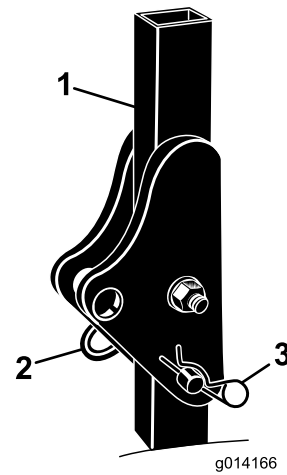

図 5
1. 機体の左右で保護バーからヘアピンコッターを抜き、ピンを外す 図 5。
2. 横転保護バーを立て、ピン 2 本で固定し、ピンが外れないようにヘアピンコッターで固定する 図 5。